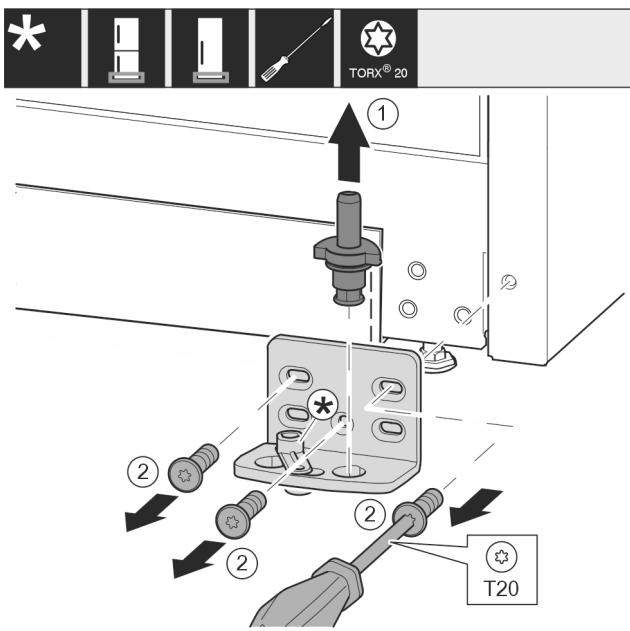

Fig. 14
- ▶ Τραβήξτε έξω ολόκληρο τον πείρο προς τα επάνω. Fig. 14 (1)
- ▶ Ξεβιδώστε τις βίδες με κατσαβίδι T20 και αφαιρέστε το στήριγμα. Fig. 14 (2)